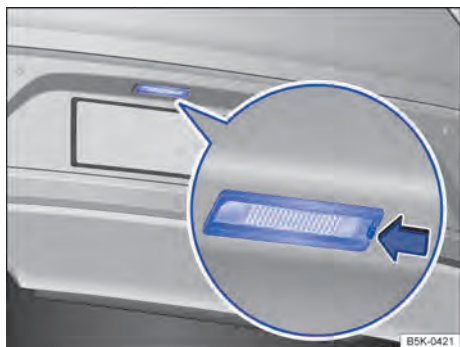

Fig. 168 En el paragolpes trasero: luz de matrícula.
- 2 Presione la pestaña de encastre de la unidad de iluminación en el sentido de la flecha → fig. 168.